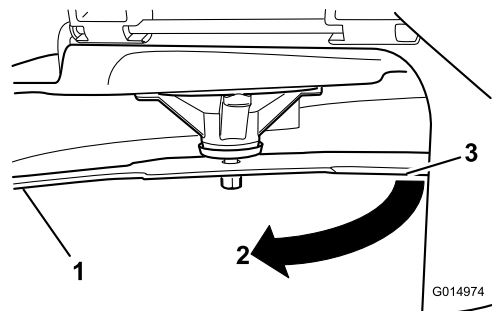

Bild 61
4. Drehen Sie dasselbe Messer um 180 Grad, sodass die andere Schnittkante jetzt in derselben Stellung ist (**Bild 61**).